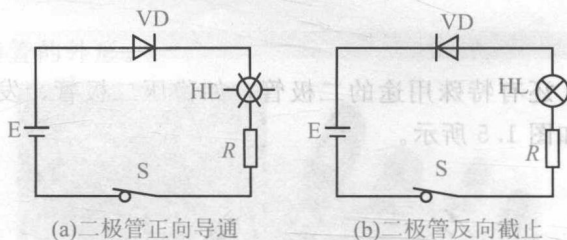

图 1.7 二极管的单向导电性
①正向导通。将二极管接入电路中,当二极管的正极与电源正极相连、负极与电源负极相连时,将开关闭合,我们看到指示灯发光,如图1.7(a)所示。
合,指示灯不发光,如图 1.7(b)所示。